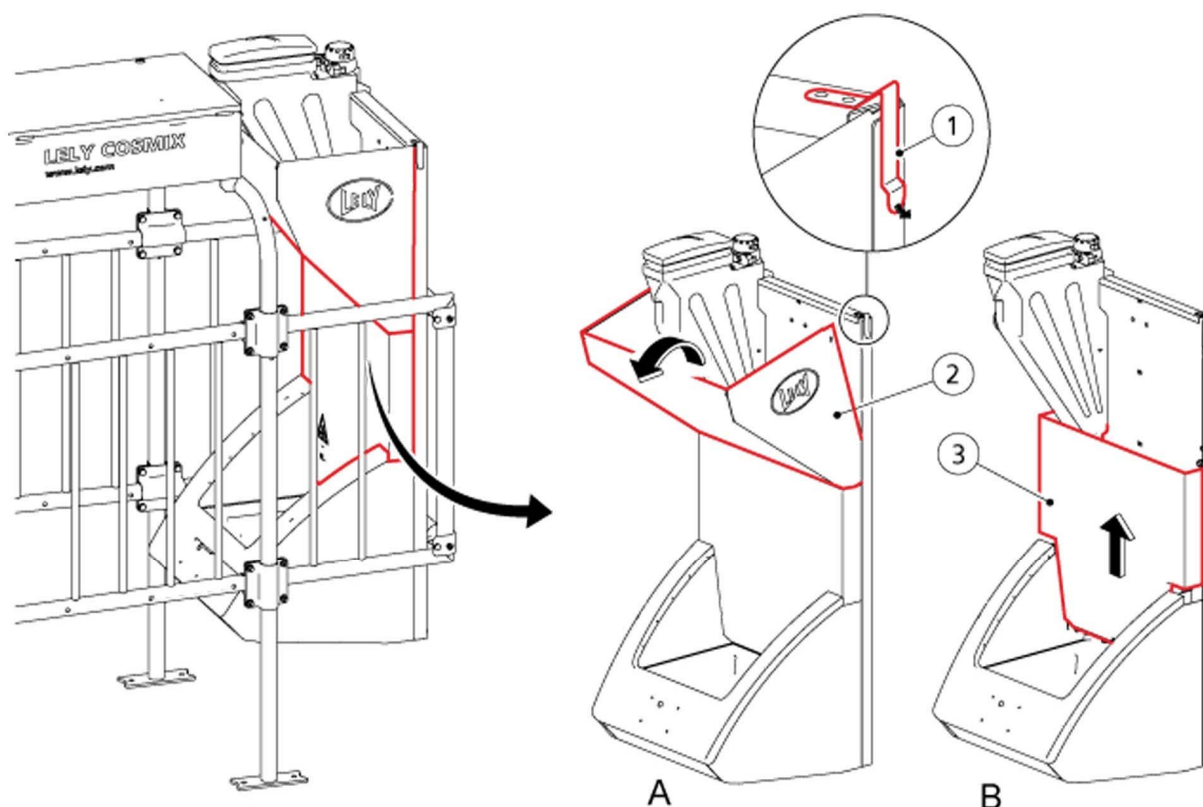

Abbildung 38. Abnehmen oder Anbringen der Abdeckungen
1. Ziehen Sie auf beiden Seiten der Vorratsbehälterabdeckung (1, abb. 38, Seite 7-1) an den Federn und entfernen Sie die Abdeckung (2).
2. Schieben Sie die Futtertrichterabdeckung (3) nach oben und nehmen Sie sie ab.